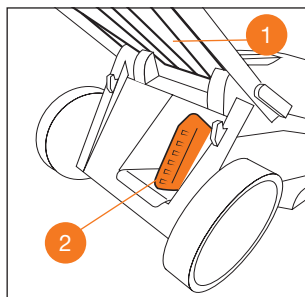

рис. 18
Для перевода газонокосилки в режим мульчирования поднимите крышку заднего выброса ❶, установите мульчирующую заглушку ❷, закройте крышку заднего выброса ❶ (Рис. 18).